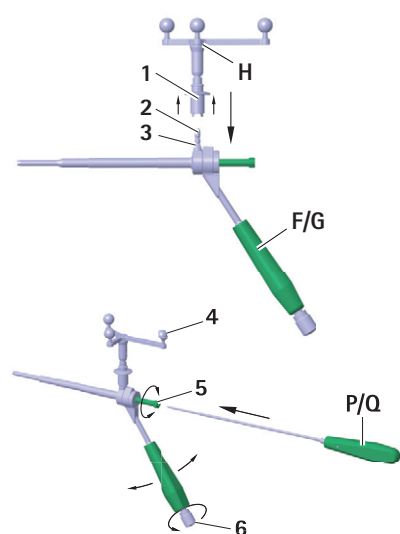

Fig. 2 Montera Aesculap-stjärnenheten på S⁴C -borrhjuggen FW664R/FW665R
- För att säkerställa obegränsad sikt för kameran över de reflekterande markörsfärerna, lossa vredet **6** på S⁴C-handtaget på S⁴C-borrhjuggen **F/G** och rotera Aesculap-stjärnenheten **H** till önskad position, se Fig. 2.
- För att säkerställa obegränsad sikt för kameran på de reflekterande markörfärerna: lossa vredet 6 på handtaget till S⁴C-borriggen F/G och rotera Aesculap-stjärnenheten H till önskad position, se Fig. 2.